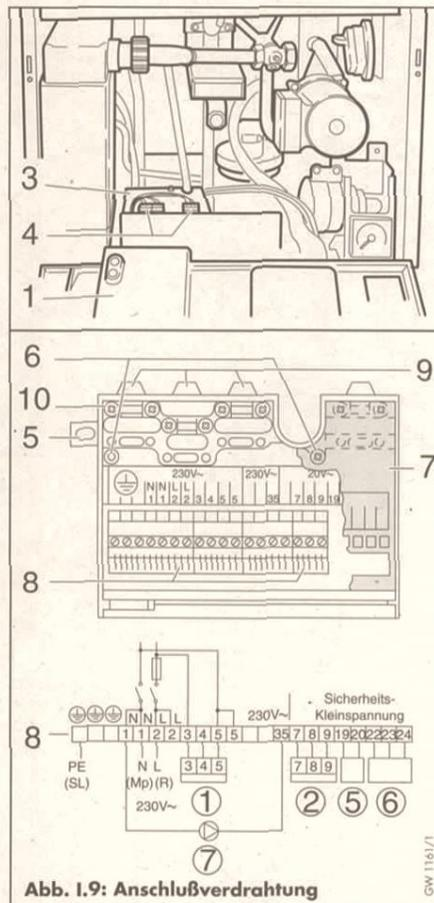

Abb. I.9: Anschlußverdrahtung
Der Vaillant Thermoblock turboTEC ist anschlussfertig verdrahtet und muß über einen festen Anschluß und eine Trennvorrichtung mit mindestens 3 mm Kontaktöffnung (z.B. Sicherungen, Leistungsschalter) angeschlossen werden. Netzanschluß des Gerätes und Anschluß von externen Regelgeräten im Anschlußkasten (Abb. I.9) vornehmen.
- Stecken Sie die drei Stecker (4, Abb. I.9) ein. (Hauptschalter auf „0“)
- Befestigen Sie den Deckel (3, Abb. I.9).
Legende zu Abb. I.9 und I.10